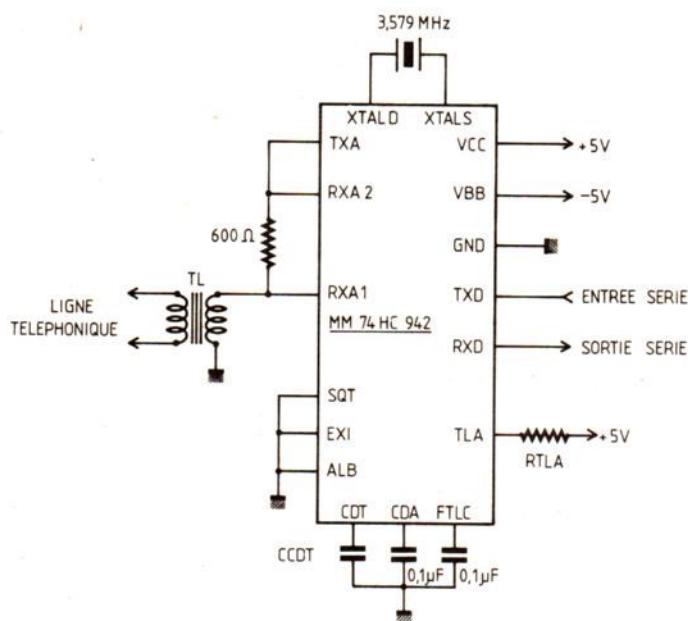

FIGURE 2. – Exemple de mise en œuvre du modem MM74HC942 en couplage direct.
Un exemple typique d'utilisation de ces circuits vous est proposé figure 2 ; il est difficile de faire plus dépouillé. Les composants externes se résument à 2 résistances, 1 quartz, 3 condensateurs et le transformateur de couplage à la
– RXA2 et RXA1 sont les entrées du duplexeur interne qui doivent être utilisées comme sur l'exemple de la figure 2 ;
– GND (942) ou GNDA (943) est la ligne de masse du modem pour le MM74HC942 et la masse analogique pour le MM74HC943. Dans ce dernier cas, elle doit être ramenée à une tension de 2,5 V par rapport à la masse au moyen d'un pont de résistances très bien découplé en alternatif ;